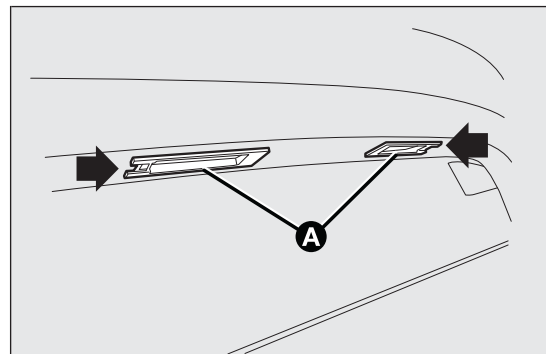

fig. 154
- ☐ actuar en el punto indicado por las flechas y quitar los grupos transparentes A fig. 154;